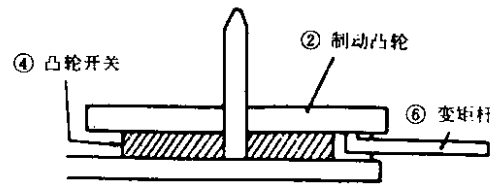

图1-26
**● 开关的拆卸(图1-26)**
1. 拆去铱边多向滑块垫圈①以及张力松弛柄⑧。
2. 从机构支座③上取下制动凸轮②。
3. 按箭头(见图1-26(B))方向夹紧凸轮开关④将其取出。